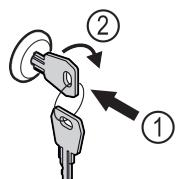

Fig. 162 Ilustratīvs attēlojums
- Iespiediet atslēgu Fig. 162 (1).
- Grieziet atslēgu par 90° pulsētērādītāja virzienā Fig. 162 (2).